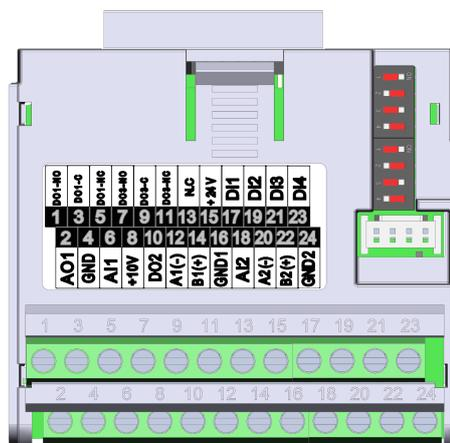

Figura 20.4: Módulo Plug-in CFW500-CRS485
El módulo plug-in CFW500-CRS485 tiene la interfaz Serial (1) a través de la puerta RS-485 en los bornes 12 (A1-) y 14 (B1+), así como la interfaz Serial (2) también a través de otra puerta RS-485 en los bornes 20 (A2+) y 22 (B2+), vea la Figura 20.4 en la página 20-1. Vea también, el GND1 en el terminal 16 y GND2 en el terminal 24 están aislados uno del otro y del GND en el terminal 16.